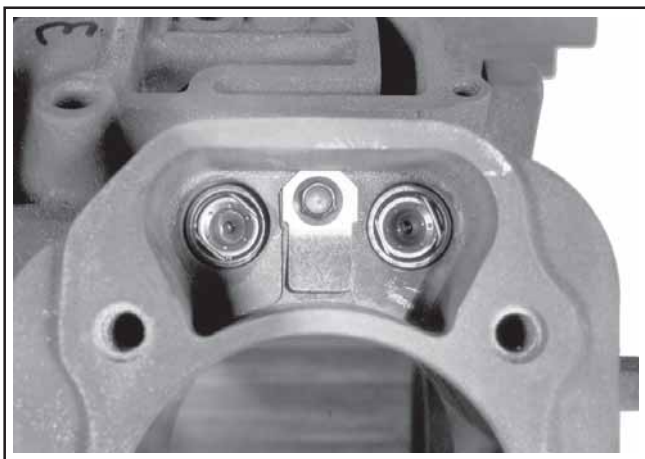

Figura 11-33. Lamella di sfiato installata.
3. Se le lamelle di sfiato ed i fermi sono stati smontati del carter, reinstallarli e fissarli con la vite esagonale. Serrare la vite a **4,0 N·m (35 in. lb.)**. Vedere Figura 11-33.